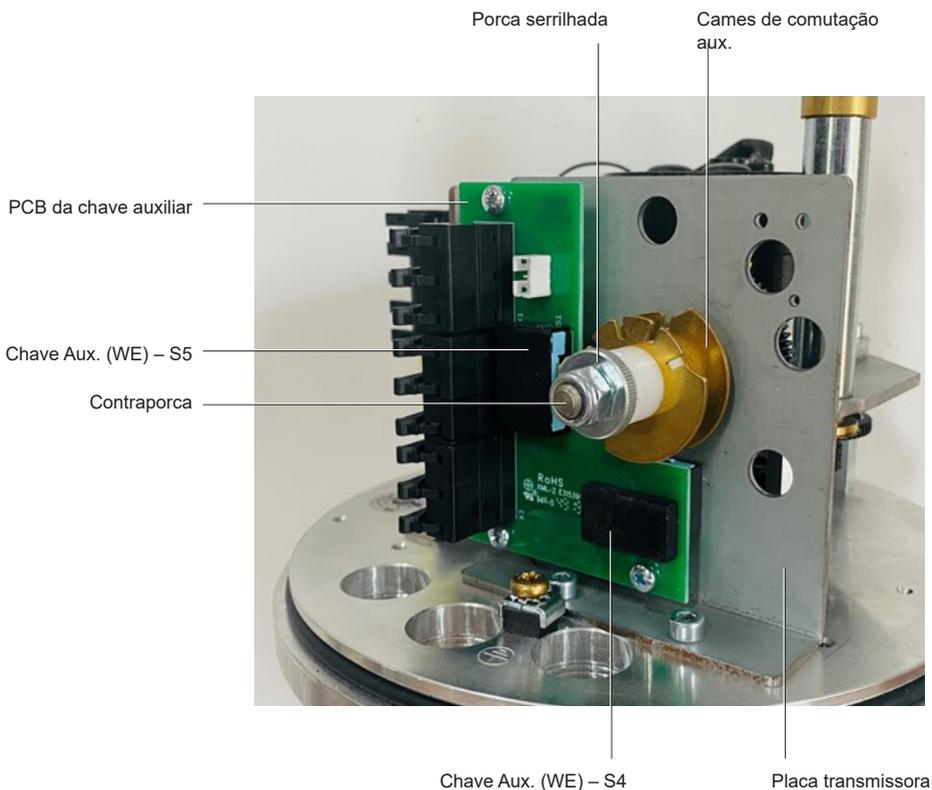

Fig. 8 Disposição da chave de deslocamento auxiliar (WE) (1-6 kN)
- Monte a placa transmissora completa com as chaves auxiliares de deslocamento na placa base do atuador. Consulte a Fig. 8 "Arranjo da chave de deslocamento auxiliar (1-6 kN)" para orientação do produto